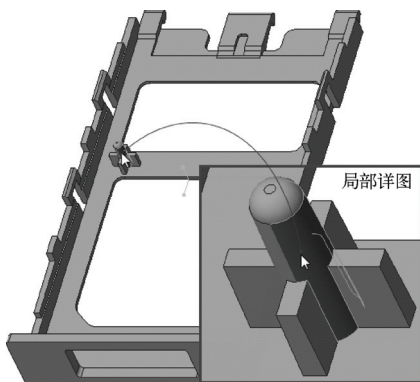
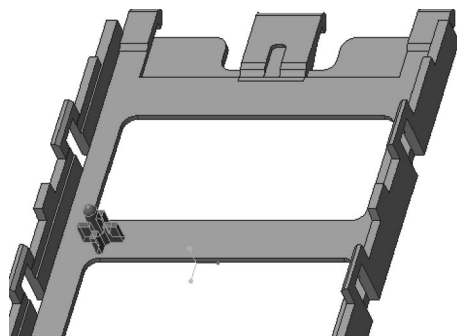

图 8-38 指定种子曲面
图 8-39 选中形成整个凸台的形状曲面集
2) 在功能区中打开“柔性建模”选项卡，在实体模型中选择图 8-38 所示的几何曲面作为种子曲面，接着在“形状曲面选择”组中单击“多凸台”按钮以选择图 8-39 所示的整个“火箭”形状曲面集。